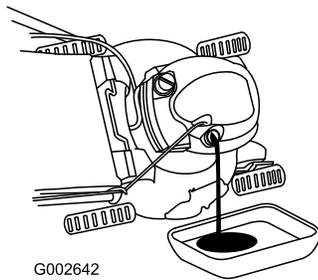

Figure 40
3. Inclinez la tondeuse sur le côté (filtre à air vers le haut) pour vidanger l'huile usagée par le goulot de remplissage (Figure 40).